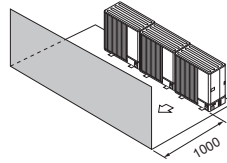

Fig. 2-14
- (3) Obstrucción o superficie cerrada solo en la parte frontal (Fig. 2-14)